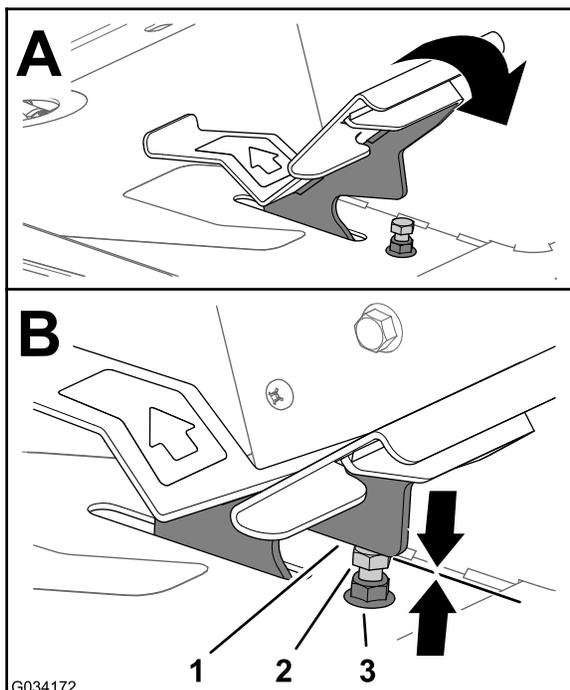
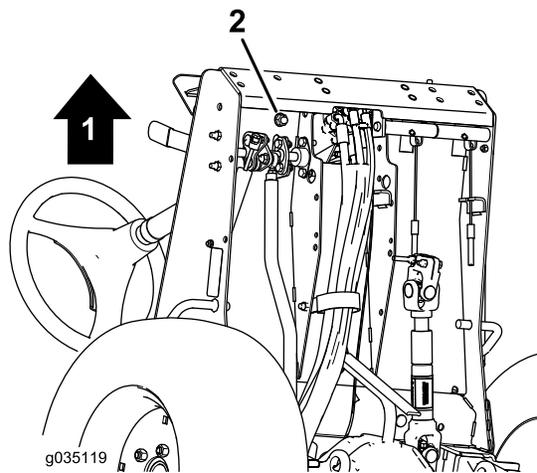

Рисунок 75
Рисунок 76
1. Переведите педаль управления тягой до упора вперед (Рисунок 75).
- A. Удерживайте упор педали управления тягой (Рисунок 75) ключом.
- B. Ослабьте контргайку в нижней части подножной пластины (Рисунок 76).
- C. Переместите педаль управления тягой в максимальное положение вперед (Рисунок 75).
- D. Удерживая упор педали управления тягой, отрегулируйте контргайку, расположенную над подножной пластиной (Рисунок 75), так, чтобы педаль управления тягой касалась упора.
- F. Удерживая упор педали управления тягой, затяните контргайку в нижней части подножной пластины (Рисунок 75 и Рисунок 76) с моментом от 37 до 45 Н·м.